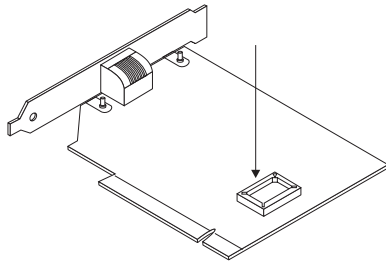

Figure 3-1. Carte PCI EtherJet 10/100
- 2 Posez la carte sur une surface plane, côté composant vers le haut. Dans la figure 3-1, la flèche indique l'emplacement de la prise destinée au module Flash.